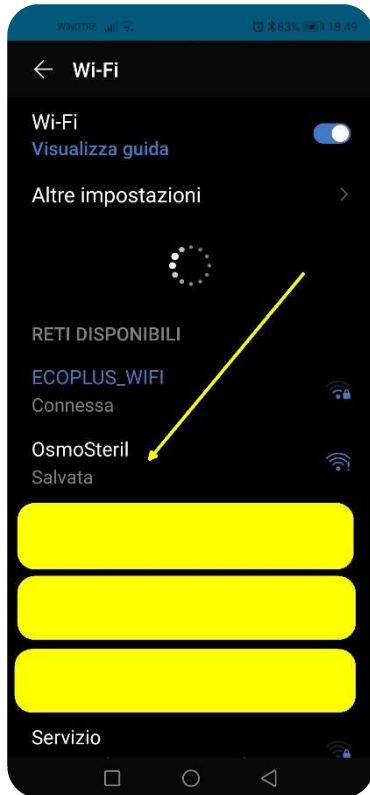

Fig. 2.1
- Dans la recherche de réseau Wi-Fi sur votre smartphone, cliquez sur le réseau appelé "**Osmo Steril**" sans mot de passe (Fig.2.1).